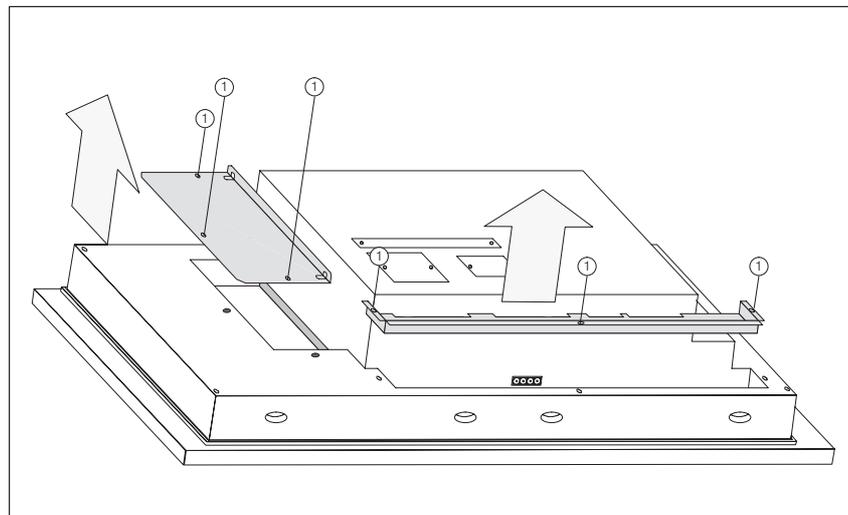

Figura 17-3 Svitamento delle viti
2. Svitare le viti rappresentate nella figura 17-3 e contrassegnate con ①.